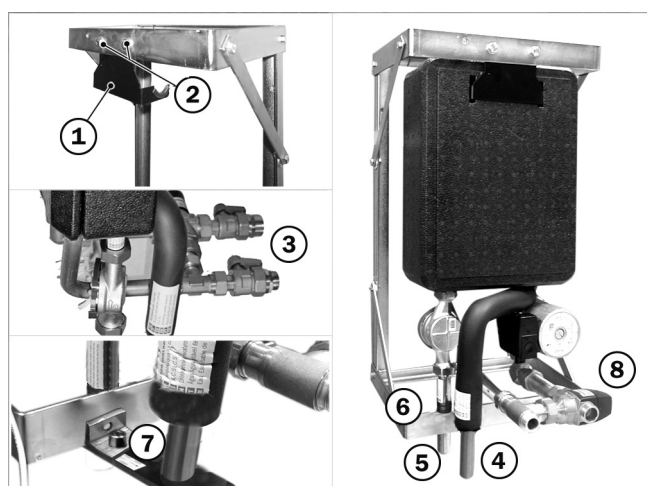

Fig.1 : Montage de la station d'eau chaude
i La « vanne mélangeuse thermostatique », → fig. 1 (8), est pré-réglée en usine. Si un nouveau réglage devait être nécessaire, voir le → chap. « Réglage de la vanne mélangeuse thermostatique ».